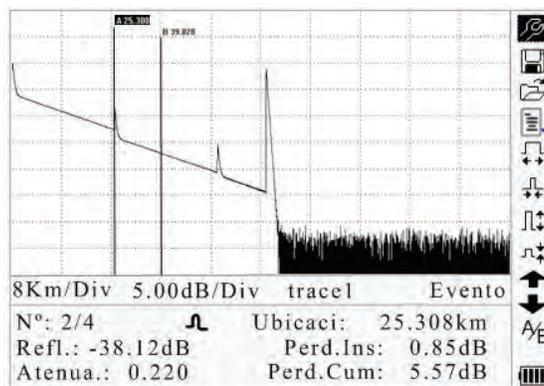
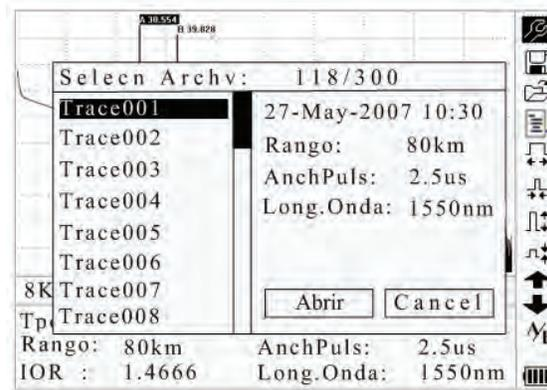

Figura 4-4. Medición del trazo
Figura 4-7. Examinar los trazos guardados
Aviso: Después de un breve instante, el trazo aparece en la GUI. El trazo en la figura de abajo es un trazo durante la medición, la cual será regenerada cada cierto tiempo a fin de mostrar la totalidad del proceso en tiempo real. Pero al final de la medición el trazo estará completo, según se muestra en la Figura 4-4.
Bajo GUI (Figura 4-4) oprima **↵** y los elementos en la ventana de información aparecerán en este orden: parámetros de medición → información del análisis → lista de eventos → información del marcador A/B → información de la fibra → parámetros de medición.
Bajo GUI (Figura 4-4) oprima **↵** hasta que la información de la lista de eventos aparezca en la ventana de información.
Bajo GUI (Figura 4-4) use **▲** y **▼** para resaltar **A/B**, y después oprima **Enter** para alternar entre el marcador A/B.
Bajo GUI (Figura 4-4) oprima **↵** para alternar entre la ventana de información y la información del marcador A/B.
1. Bajo GUI (Figura 4-4) use **▲** y **▼** para resaltar **↔**, y después oprima **Enter** para hacer un alejamiento horizontal del trazo.
Bajo GUI (Figura 4-4) use **▲** y **▼** para resaltar **↔**, y después oprima **Enter** para hacer un acercamiento horizontal del trazo.
1. Bajo GUI (Figura 4-4) use ▲ y ▼ para resaltar \updownarrow , y después oprima **Enter** para hacer un alejamiento vertical del trazo.
Bajo GUI (Figura 4-4) use ▲ y ▼ para resaltar \updownarrow , y después oprima **Enter** para hacer un acercamiento vertical del trazo.
1. Bajo GUI (Figura 4-4) use ▲ y ▼ para resaltar **📁**, y después oprima **Enter** para confirmar (Figura 4-6).
1. Bajo GUI (Figura 4-4) use ▲ y ▼ para resaltar , y después oprima **Enter** para confirmar (Figura 4-7).